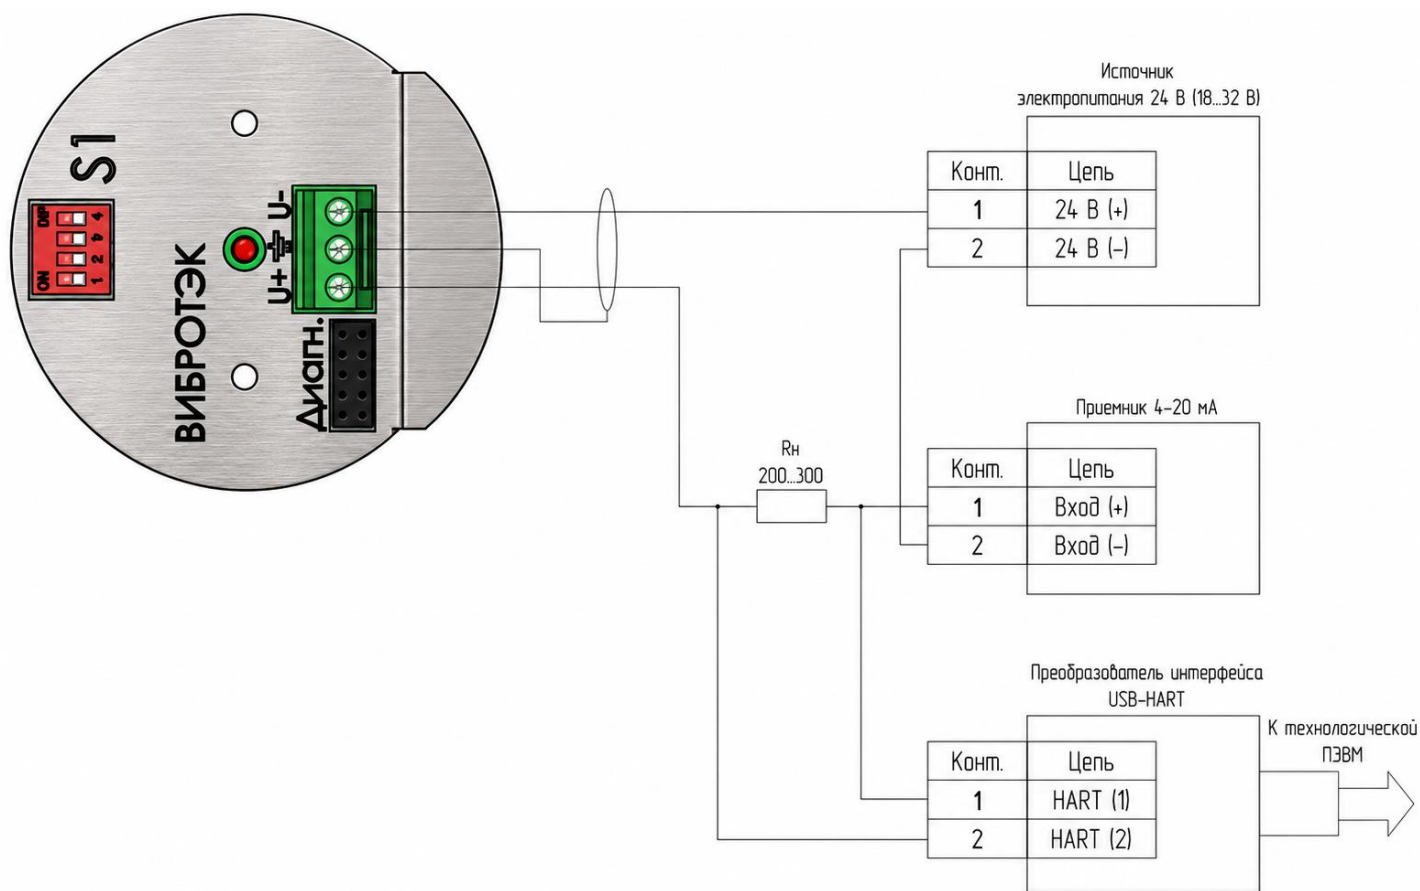
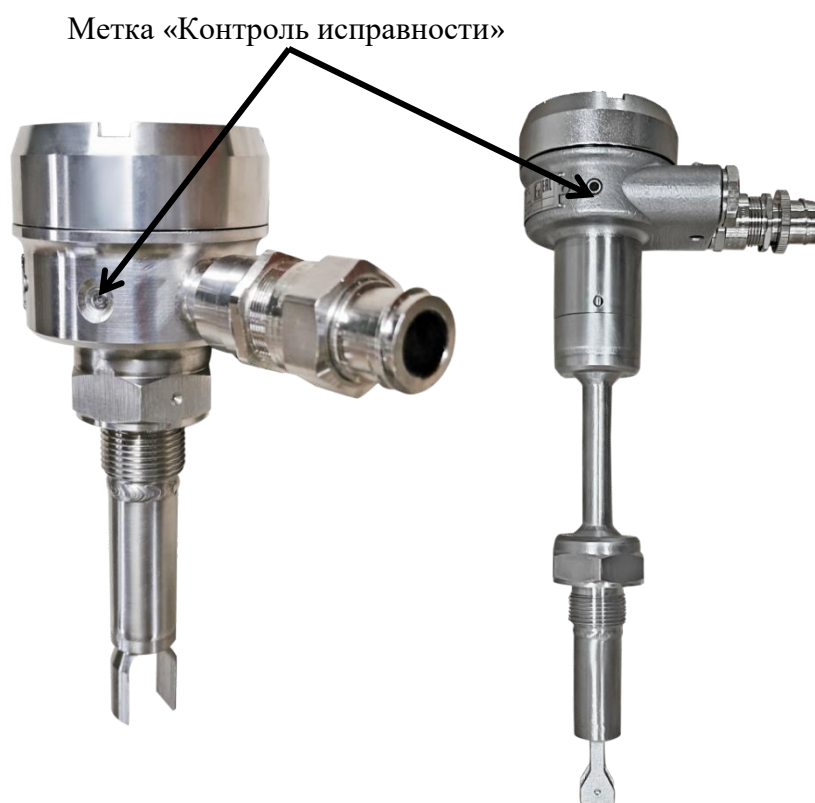

Рисунок 36 – Подключение сигнализатора исполнения А2Н, А3Н
Рисунок 37 – Положение на корпусе метки для проведения контроля исправности постоянным магнитом
- к метке «Контроль исправности» на боковой стенке корпуса (рисунок 36, рисунок 37) поднести постоянный магнит. В случае исправного состояния сигнализаторов значения выходных сигналов должны измениться. Индикатор должен включаться периодически с частотой не менее 10 Гц;